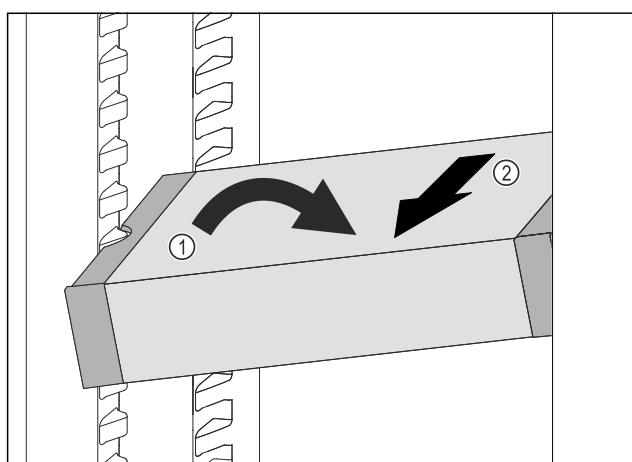

Fig. 200
- VarioSafe im Kühlteil schräg stellen. Fig. 200 (1)
- VarioSafe nach vorne entnehmen. Fig. 200 (2)